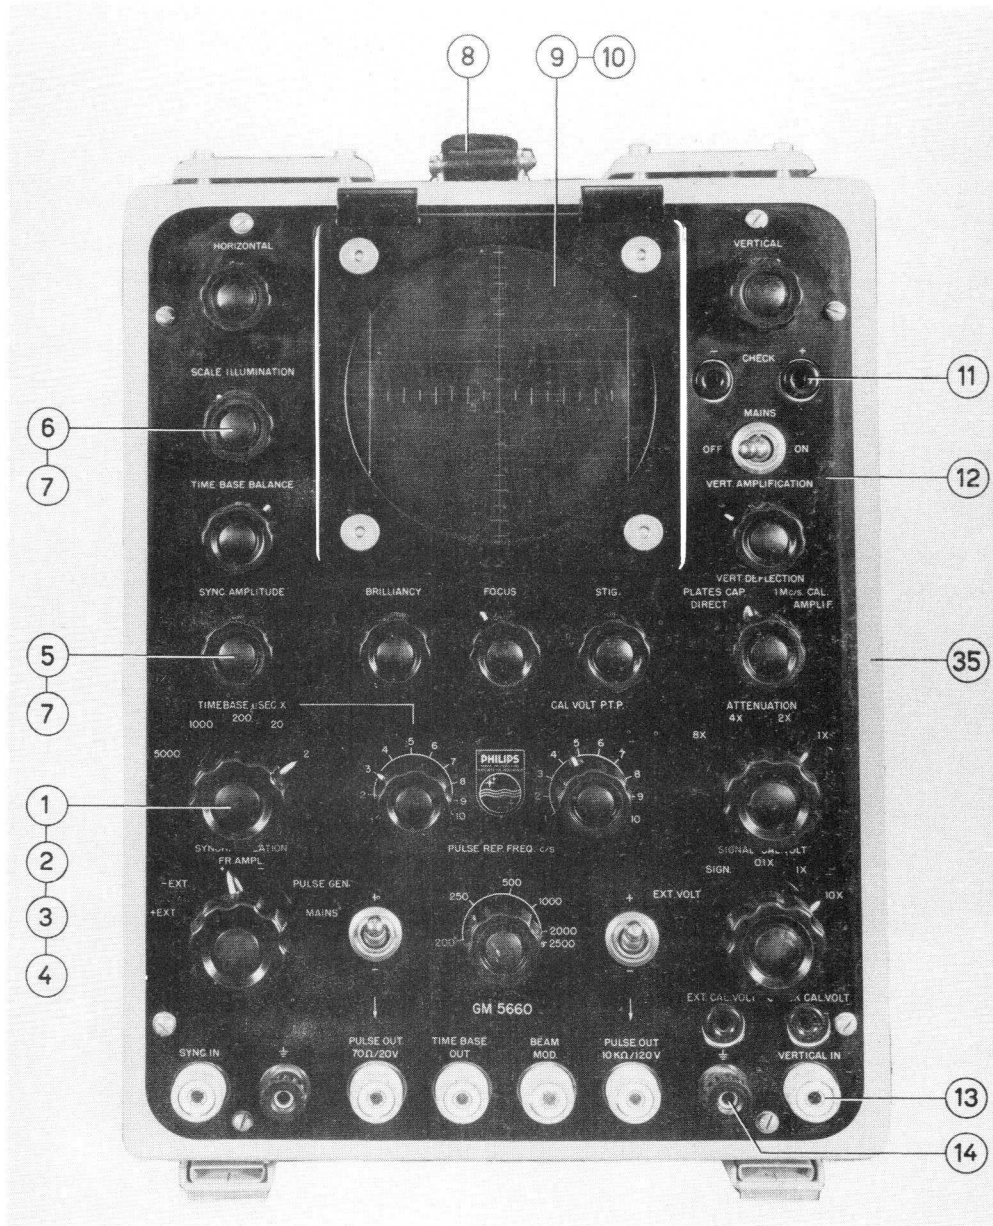

fig. 2
4.2. Voorraanzicht (zie fig. 2)